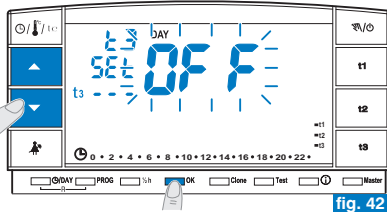

fig. 42
- En appuyant sur les touches ▲▼, changer l'état de la fonction (fig. 42).